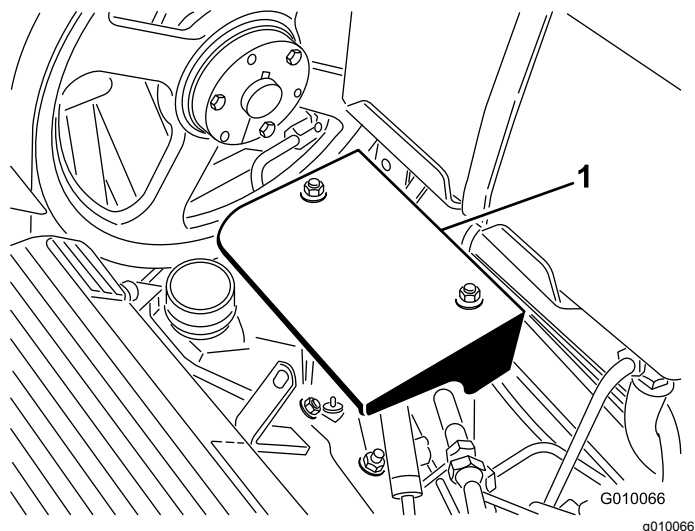

Figure 57
3. Enlevez les 2 écrous de fixation du déflecteur de la pompe et déposez le déflecteur (Figure 57).